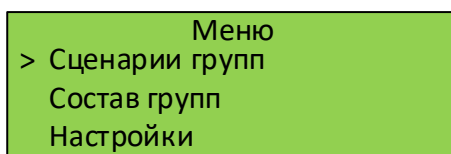

Рис. 3.9
3.4. Переход в главное меню выполняется после нажатия на кнопку ENTER, находясь на Главной странице. В главном меню отображается три вкладки (см. рис. 3.9).